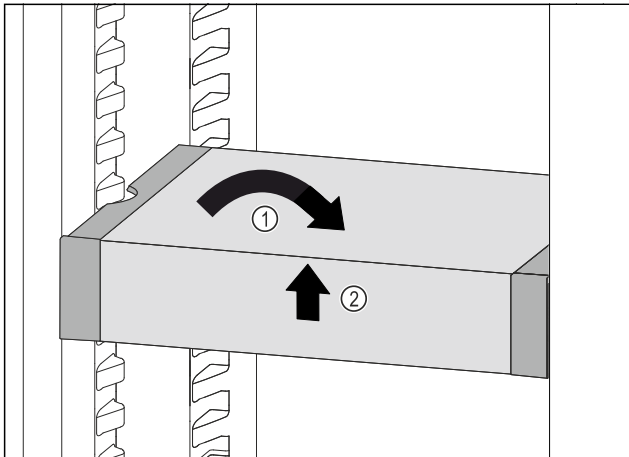

Fig. 143
- Remettre le VarioSafe droit. Fig. 143 (1)
- Soulever la partie avant du VarioSafe. Fig. 143 (2)